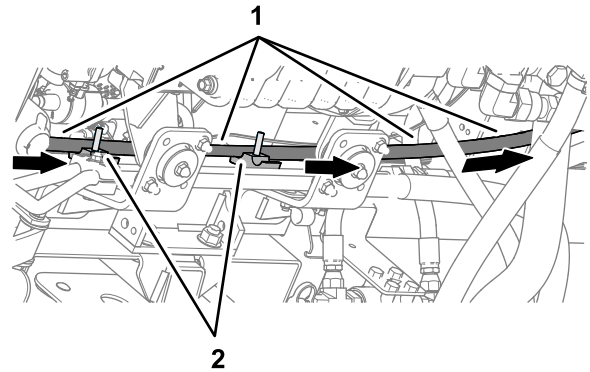

Figure 125
1. Faites passer le flexible de pompe hydraulique (10 x 2921 mm – orifice PT de la vanne de direction EHI) doté du raccord à 45° dans la rainure supérieure du demi-collier de tube à l'emplacement supérieur (Figure 125).